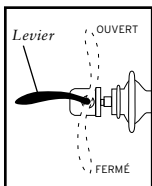

Figure 3.65 - Positions du levier
1. Placez le levier du dispositif à déblocage rapide sur la position **OUVERT** (figure 3.65) et placez la roue de manière à ce qu'elle touche fermement l'intérieur des extrémités de la fourche.